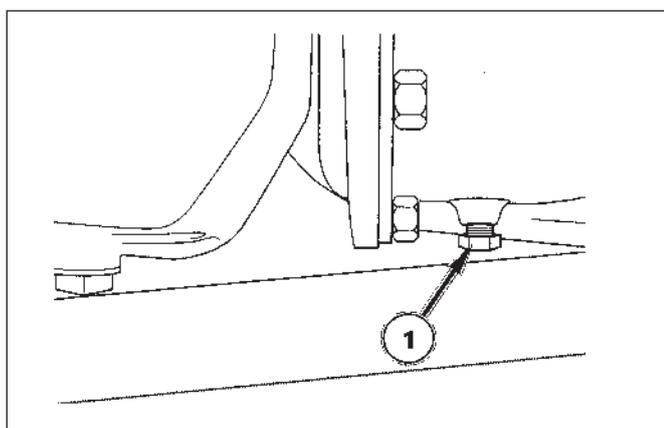

FIG. 6-48
**FIG. 6-48:** Il faut enlever le bouchon, 1, en bas du carter d'embrayage une fois par an ou quand l'embrayage broute. Toute fuite d'huile du joint arrière du vilebrequin et/ou de l'arbre menant de transmission entraînera un écoulement d'huile par le trou. Contactez votre agent ISEKI en cas de fuite d'huile.